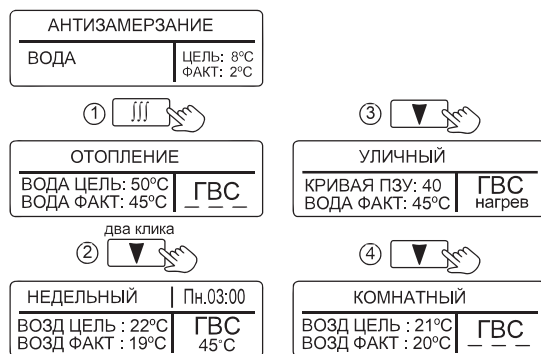
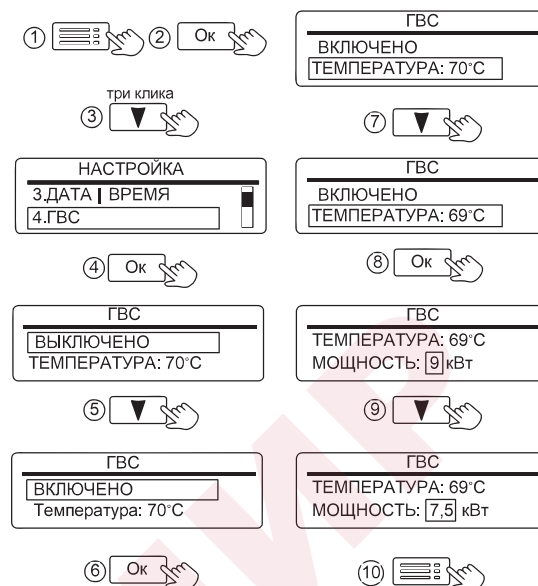
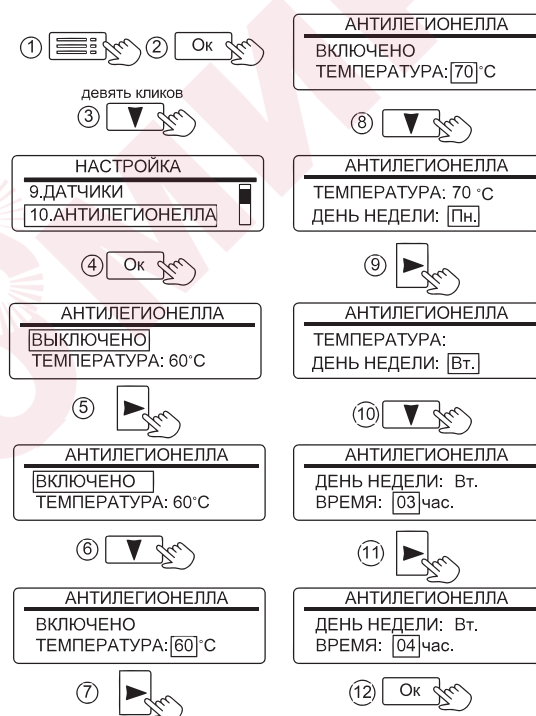

Рисунок 5. Режимы работы прибора
Рисунок 12. Настройка режима «ГВС»
Рисунок 14. Настройка времени включения режима «ЛЕГИОНЕЛЛА»
**2** - Отображение состояния режима «ГВС» (см. рис. 5):
Вид отображения режимов работы на дисплее приведён на рис.5
Активация режима «ГВС» и настройка температуры горячей воды показана на рис. 12. Начальная заводская настройка температуры горячей воды - 70°C. При активированном режиме отображается как «ГВС» (см. рис. 5), при выключенном режиме, неисправном или отключённом датчике отображается как ~~ГВС~~. В подменю «ГВС» предусмотрена настройка ограничения мощности ТЭН. Данную настройку рекомендуется применять при неисправности «ПЕРЕГРЕВ КОТЛА» возникающей
В любой воде существует возможность развития бактерий легионеллы. Чтобы исключить угрозу отравления водой, получаемой из косвенного водонагревателя, прибор имеет режим «АНТИЛЕГИОНЕЛЛА». Режим автоматически активируется при подключении NTC-датчика температуры к плате контроллера и включения режима «ГВС» (см. рис. 12). При отключении NTC-датчика – режим деактивируется и меню «АНТИЛЕГИОНЕЛЛА» (см. рис. 14) не доступно для Пользователя. Если режим активирован – каждую неделю, в установленное время выполняется нагрев воды в косвенном водонагревателе до значения, установленного в настройках прибора –
см. рис. 14 (заводская настройка – 60°C). Температура поддерживается в течении десяти или пяти минут, в зависимости от установленного значения. Во время нагрева вместо надписи «ГВС» отображается значок «60°» (см. рис. 13).
Заводская настройка времени включения нагрева – Понедельник, 03:00. Имеется возможность изменения времени включения и значения температуры нагрева (см. рис.14).
Перед активацией режимов «АНТИЛЕГИОНЕЛЛА» и «ГВС» рекомендуем уточнить максимально-допустимую температуру нагрева воды в бойлере. Для предотвращения риска причинения вреда здоровью и поломки оборудования, значения температурных уставок в режимах «ГВС» и «АНТИЛЕГИОНЕЛЛА» должны быть меньше максимально-допустимой температуры нагрева воды в бойлере. При необходимости уменьшите значения уставок (см. рис. 12, см. рис. 14).
**11.1.4 «4.ГВС»** - установка состояния режима «ВКЛЮЧЕНО / ВЫКЛЮЧЕНО». Индикация «ВКЛЮЧЕНО» означает разрешение на работу режима ГВС. Индикация «ВЫКЛЮЧЕНО» запрещает работу режима «ГВС» (см. рис. 12).